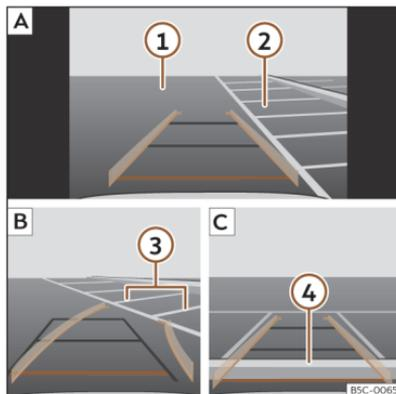

Abb. 154 Anzeige auf dem Bildschirm des Infotainment-Systems: Einparken mit dem Rückfahrassistenten.
Legende zur >>> (Abb. 154):
- Bringen Sie das Fahrzeug vor die Parklücke >>> (Abb. 154) **2** **A**.